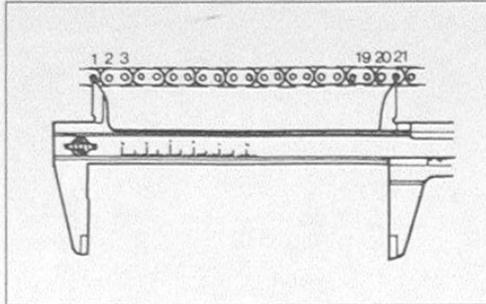

Bild 35
- Zum Prüfen des Kettendurchhangs Motorrad auf Seitenständer stellen. Durchhang muss unten mittig zwischen den Kettenrädern 35 – 45 mm betragen (Bild 35).